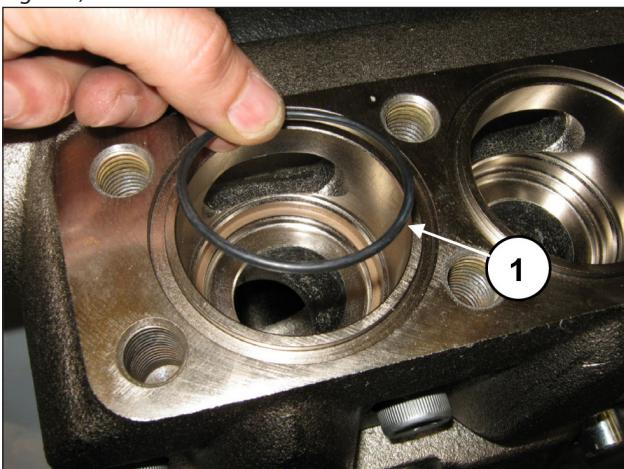

Fig. 155
Insira o anel circular, pos. de explosão nº. 24 (pos. ①, Fig. 155).